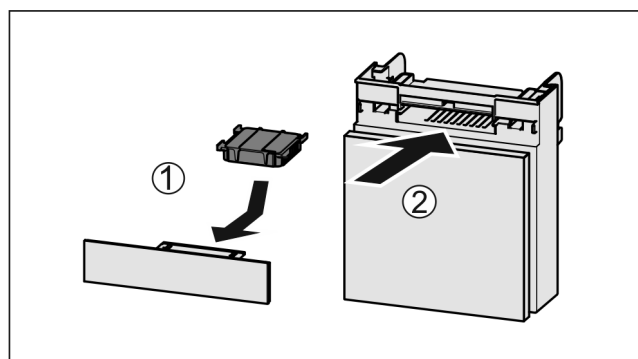

Fig. 89
- ▶ Inserire il vano Fig. 89 (2).